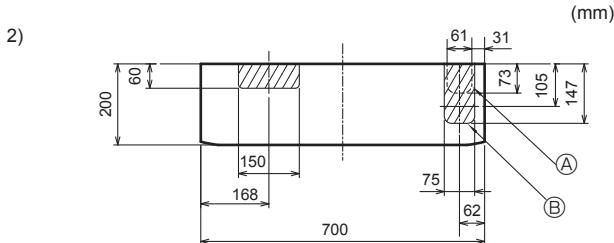

Fig. 3-8
- 2) Verrohrung rechts abwärts oder links abwärts (Fig. 3-8)**